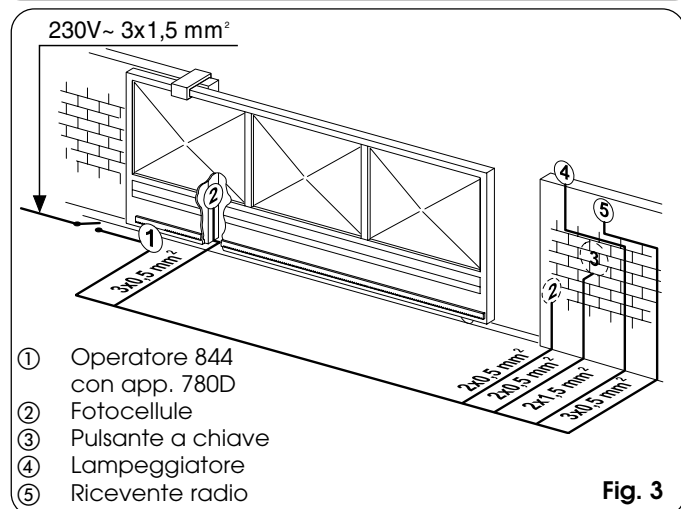

Fig. 3
- 4) Predisporre i cavi elettrici per il collegamento con gli accessori e l'alimentazione elettrica come da Fig.3.